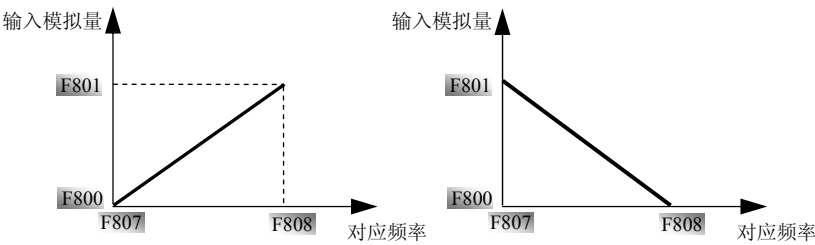

图 5-12 模拟量调节变化的比例模式
- F807、F808 的设置值决定了模拟量调节变化的比例模式，如图 5-12 所示：